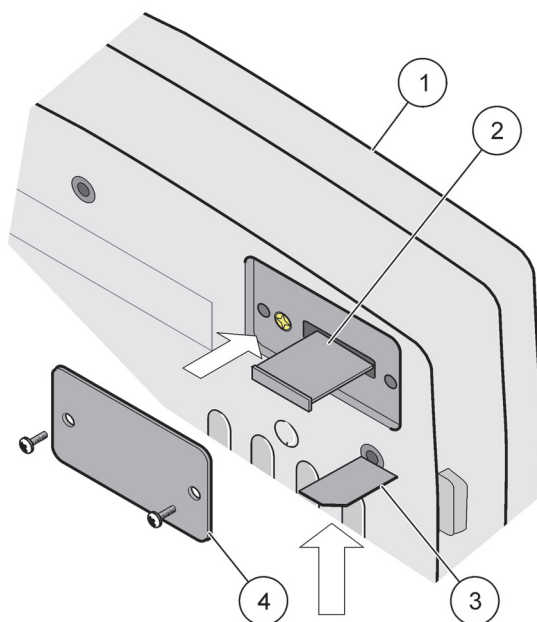

Рисунок 35 Вставка SIM карты
3. Снимите крышку SIM карты на задней стороне модуля дисплея (Рисунок 35).